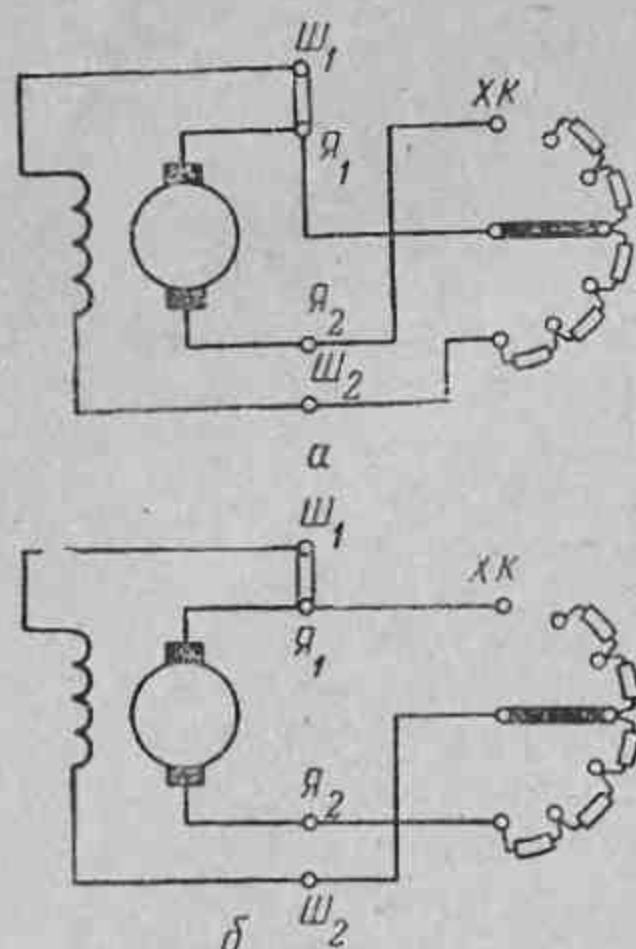

Рис. 244. Схема включения регулировочного — реостата:
6. Неправильно включен регулировочный реостат, так что ток в обмотку возбуждения не поступает (рис. 244, а).